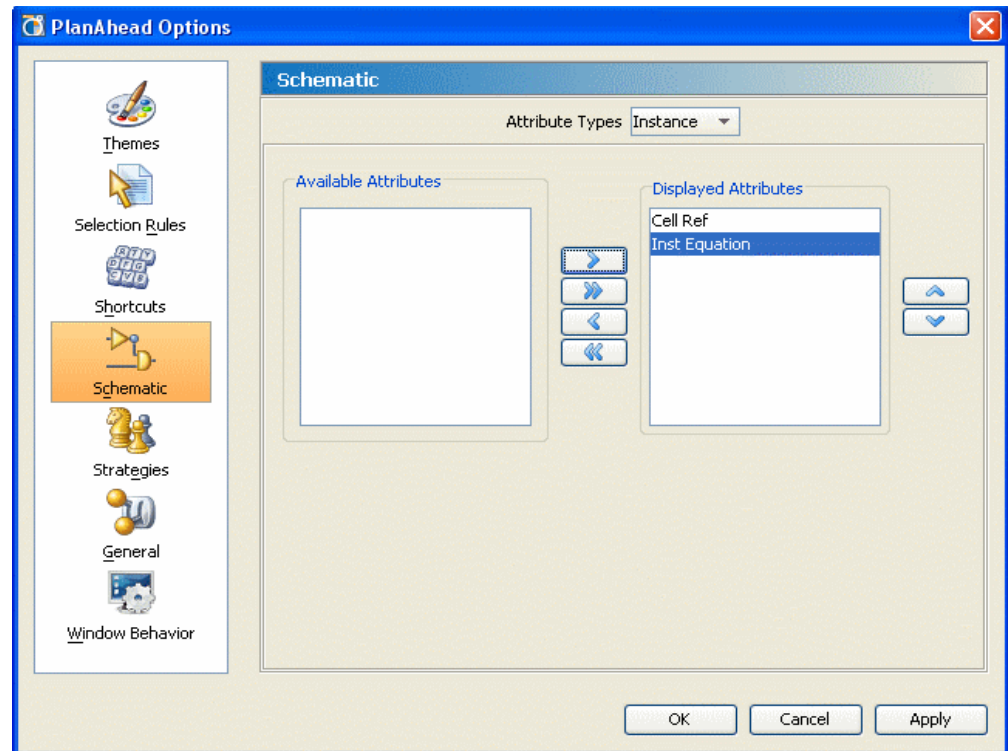
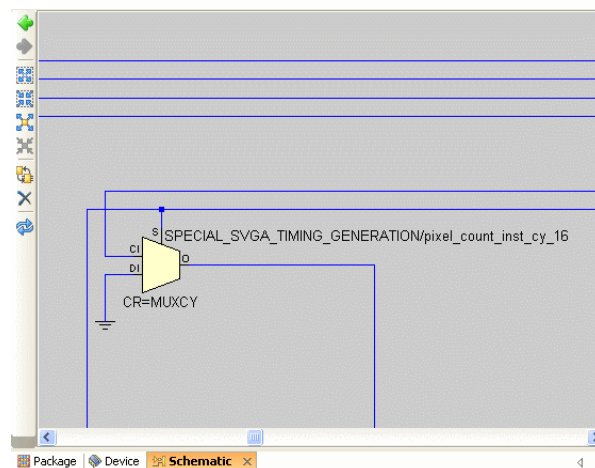

図 4-41：[PlanAhead Options] ダイアログ ボックス：回路図インスタンスのアノテーション
図 4-42：[Schematic] ビューでインスタンスに値を表示
[Tools] → [Options] をクリックして [PlanAhead Options] ダイアログ ボックスを表示し、左側のペインで [Schematic] をクリックします。124 ページの図 4-41 に、[PlanAhead Options] ダイアログ ボックスの [Schematic] ページを示します。
2. [Available Attributes] で表示する値を選択し、右方向矢印ボタンをクリックして [Displayed Attributes] に移動して、[OK] をクリックします (図 4-41 を参照)。図 4-42 に、インスタンスに値を表示した例を示します。